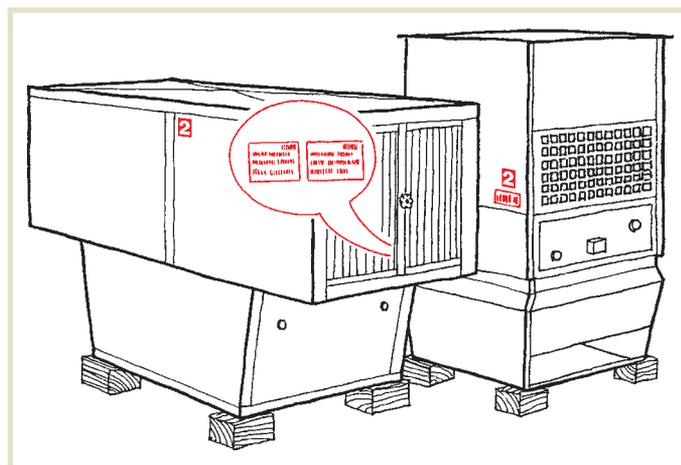

Рис. 33: Идентифицирующие таблички и маркировка блоков агрегата
i Нижний и верхний блоки одного агрегата имеют одинаковую нумерацию (см. Рис. 33)
- Убедитесь в том, что типоразмер и конструкция элементов агрегата соответствует заказу. Для этого проверьте идентифицирующие таблички, которые находятся (см. Рис. 33):
- Убедитесь в соответствии верхней и нижней частей агрегата, т.е. сверьте их идентифицирующие таблички (см. Рис. 33).